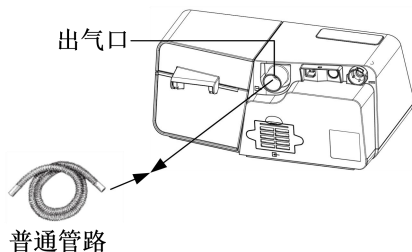

图 3-9
(1) 若使用普通呼吸管路，需将管路的一端连接到呼吸机的出气口上，具体步骤如图 3-9 所示。